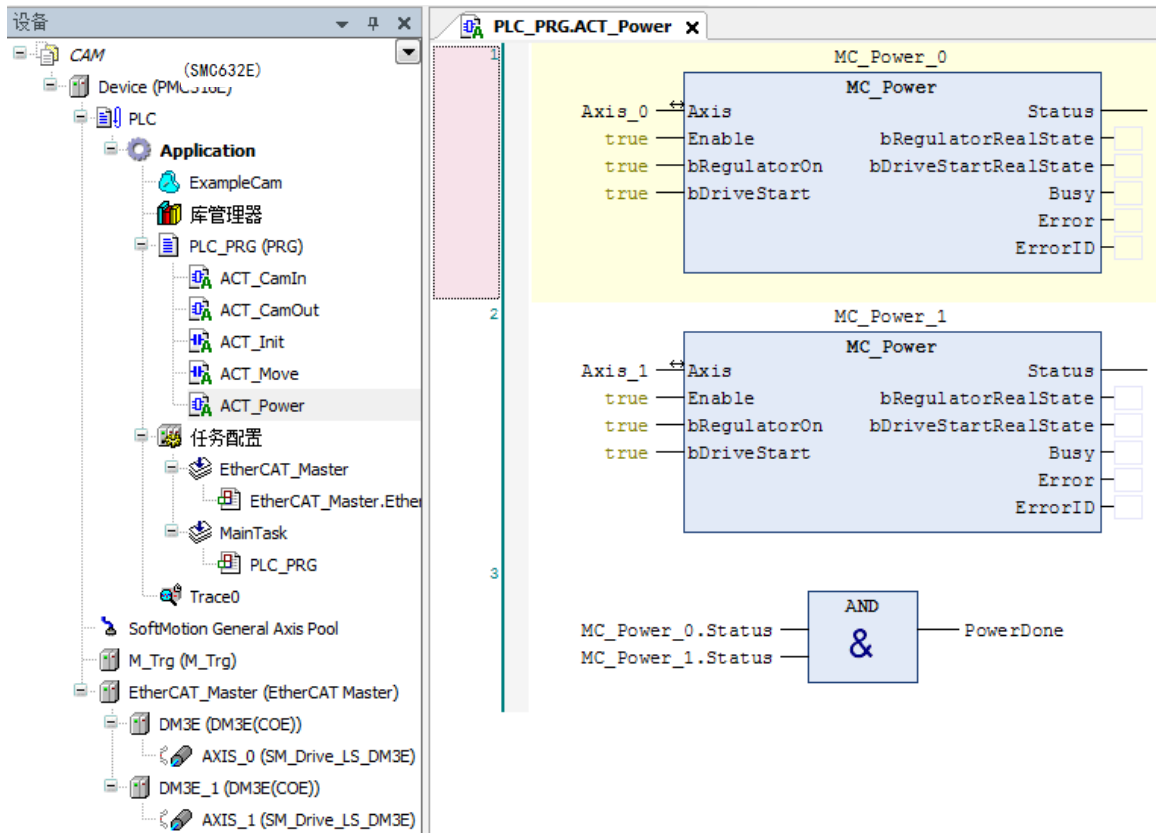

图 6.16 上电模块
3) 在主程序 PLC\_PRG 下添加上电使能模块 ACT\_Power、配置电子凸轮模块 ACT\_CamIn、脉冲模块 ACT\_Init 和主轴运动模块 ACT\_Move 和断开电子凸轮模块 ACT\_CamOut，如图 6.16~6.20 所示。